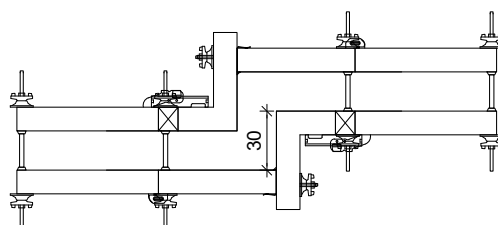

Рис. 37
- Элемент TRIO TRS ST 60 (14)
- Внутренний угол TRIO TE/R(L)-ST (15)
- Гайка-шайба и болт для колонн (27)
- (Рис. 37)